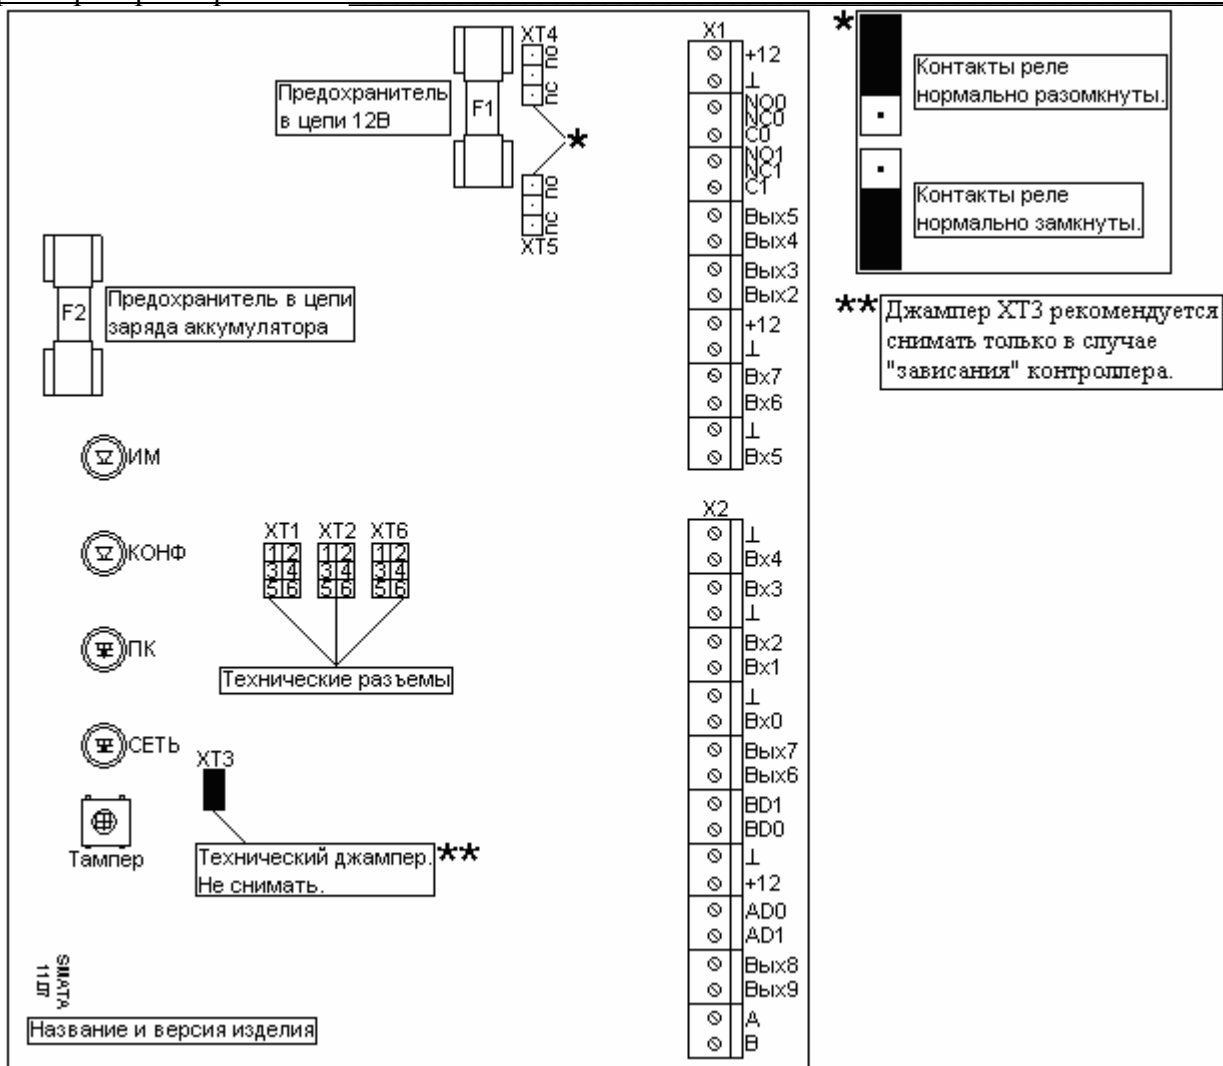

Рисунок 7.1: Плата контроллера «Кронверк СМ-Т».
- 7.3.2 На плате (рисунок 7.1) установлены следующие компоненты: